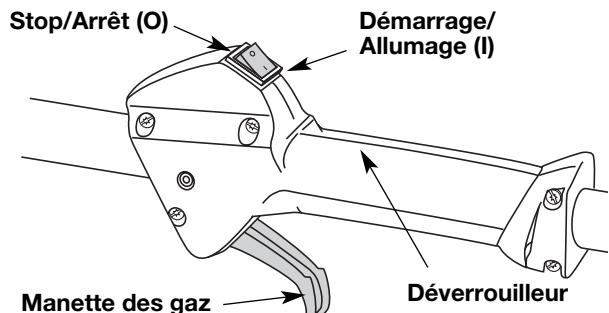

Fig. 10
REMARQUE : Il n'est pas nécessaire de faire démarrer la machine. La commande On/Off (Arrêt/Marche) est en position ON (I) en permanence (Fig. 10).